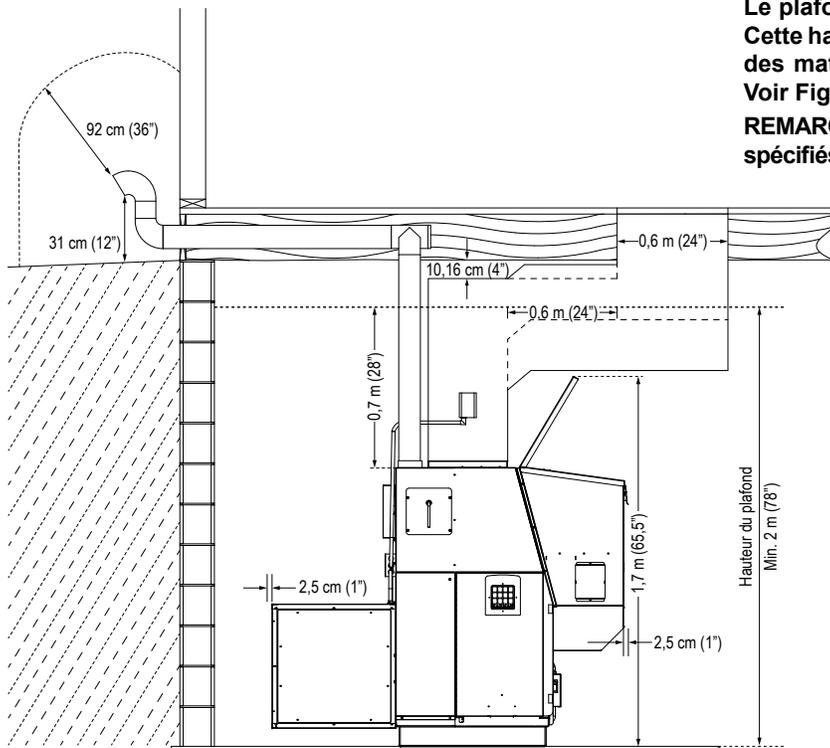

Fig. 22
Le dégagement minimum vers le haut du plénum est de 2,54 cm (1"). Fig. 22.
**Le plafond doit avoir une hauteur minimum de 198 cm (6'6"). Cette hauteur est déterminée par le dégagement de 71 cm (28") des matériaux combustibles depuis le haut de la chaudière. Voir Fig 22.**